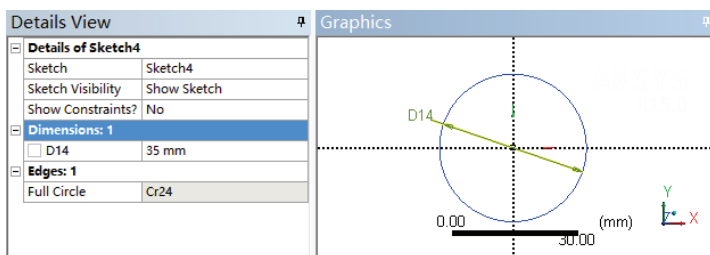

图 3-99 绘制 Sketch4
- 3) 类似于前文操作, 绘制得到的图形如图 3-99 所示。